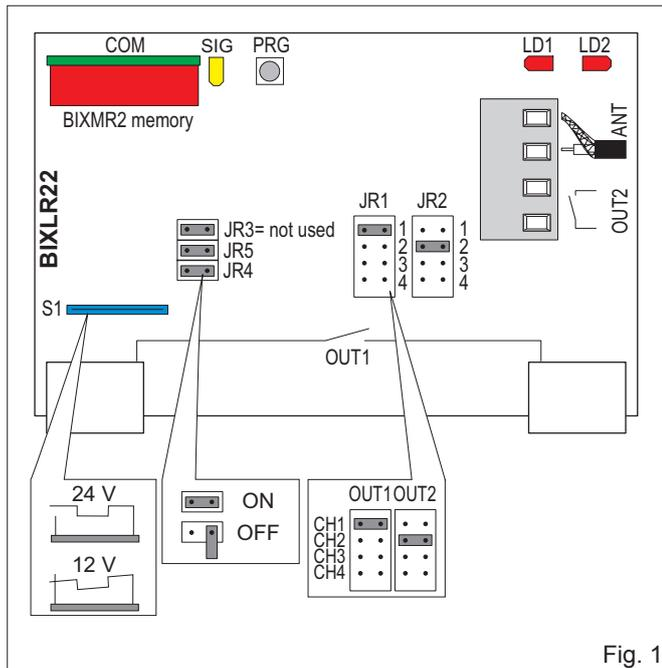

Fig. 1
2. RECEPTEUR (fig. 1)
3. SELECTION CANAUX-SORTIES (fig.1)
2. EMPFÄNGER (Abb. 1)
3. WAHL KANÄLE-AUSGÄNGE (Abb.1)